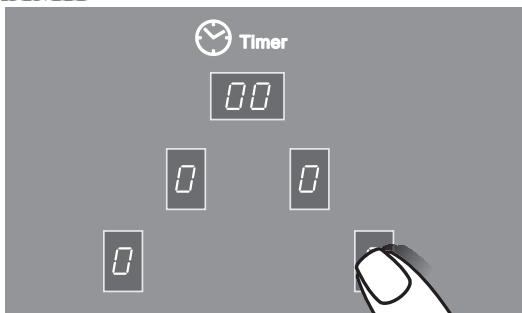

Рис.20
1. Коснуться зоны ^② с обозначением выбранной конфорки, после чего конфорка перейдет в режим управления. В соответствующем окне индикации ярко загорится «0» (рис.20), во всех остальных окнах - менее ярко.